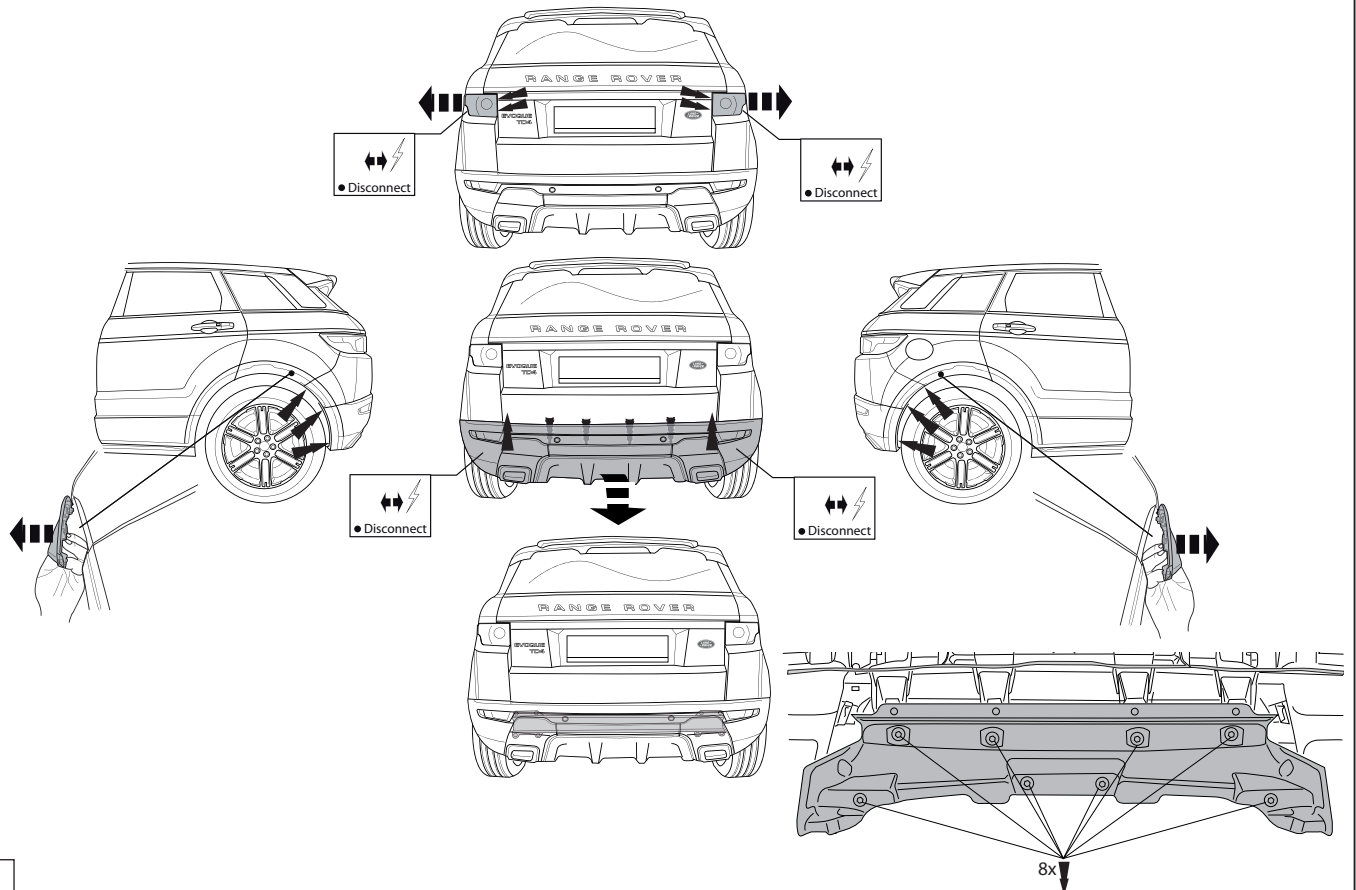

Fig.1
1. Demonteer de achterlicht units. (zie fig. 1).
2. Demonteer de bumper. (zie fig. 1).
6. Demonteer het hitteschild uit de bumper. (zie fig. 1)
1. Remove the rear-light units. (see fig. 1).
2. Remove the bumper. (see fig. 1).
6. Remove the heat shield from the bumper. (see fig. 1)
1. Die Rücklichter abmontieren. (siehe Fig. 1).
2. Die Stoßstange abmontieren. (siehe Fig. 1).
6. Entfernen Sie den Hitzeschild von der Stoßstange. (siehe Fig. 1)
- Démonter les feux arrière. (voir la fig. 1)
- Démonter le pare-chocs. (voir la fig. 1).
- Démonter la protection anti-chaaleur du pare-chocs. (voir la fig. 1)
1. Demontera bakljusmodulerna. (se fig. 1).
2. Demontera stötfångaren. (se fig. 1).
6. Ta bort värmeskölden från stötfångaren. (voir la fig. 1)
1. Demonter baglysenhederne. (jævnfør fig. 1).
2. Demonter kofangeren. (jævnfør fig. 1).
6. Afmonter varmeskjoldet fra stødfangeren. (jævnfør fig. 1)